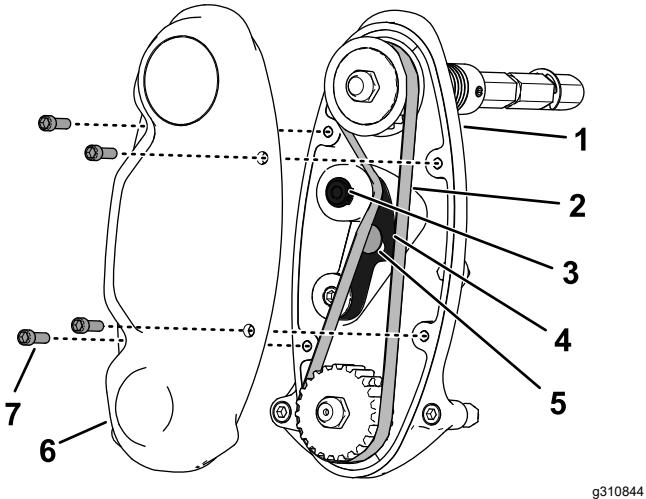

Figura 15
3. Utilize uma chave de torque tipo "beam" para aplicar 6 a 7 N·m de força no parafuso interno do braço intermédio superior (Figura 15).